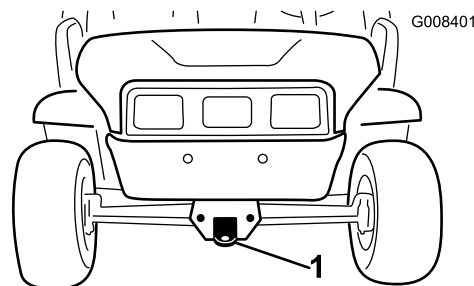
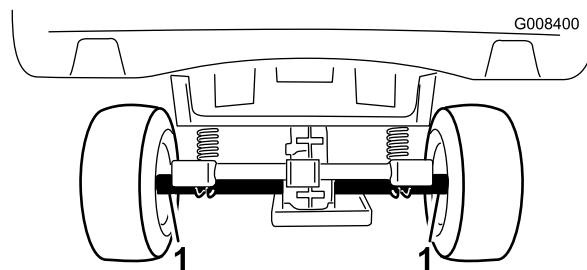

Bild 21
Bild 22
Befördern Sie die Maschine über lange Strecken auf einem Anhänger. Stellen Sie sicher, dass die Maschine auf dem Anhänger befestigt ist. In Bild 22 und Bild 21 finden Sie die Vergurtungsstellen der Maschine.
2. Befestigen Sie ein Abschleppseil an der Zunge vorne am Maschinenrahmen (Bild 21).